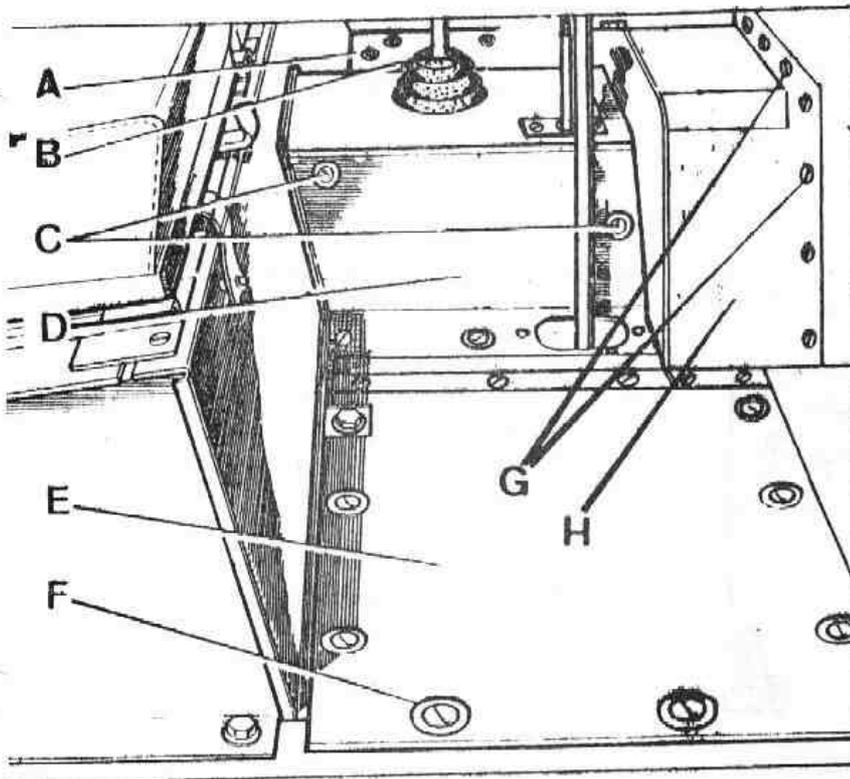

Fig. Q1-28 Piso delantero
- 3.4. Desmontar los tornillos, C y G (Fig. Q1-28) y extraer la cubierta caja de velocidades, D, y el panel frontal, H.
- 3.5. Desmontar los tornillos, A y F (Fig. Q1-28) y extraer las dos placas, B y E, del piso de cabina.